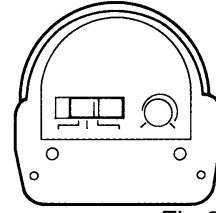

Fig 3
Paso 1: Mueva el interruptor corredizo que se encuentra en la parte inferior del sensor a "TEST". Ajuste el botón de sensibilidad a la posición media (hasta la mitad) (Fig 3.).